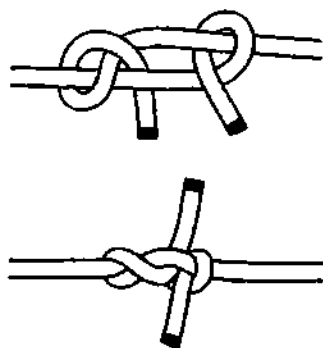

Рис. 770. *Пакетный узел.*
*Пакетным узлом* удобно обвязывать пакеты-бандероли, отчего он и получил своё название (рис. 770). Этим узлом также удобно завязывать целлофановые пакеты, так как у них очень короткие концы (вернее их вообще нет). *Пакетным узлом* также можно связывать верёвки и плоские кожаные ремни, и на завязывание узла уходит совсем мало